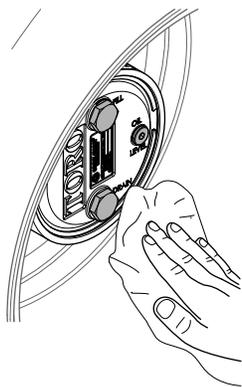

Рисунок 104
- Начисто протрите корпуса планетарного редуктора и тормоза (Рисунок 104).